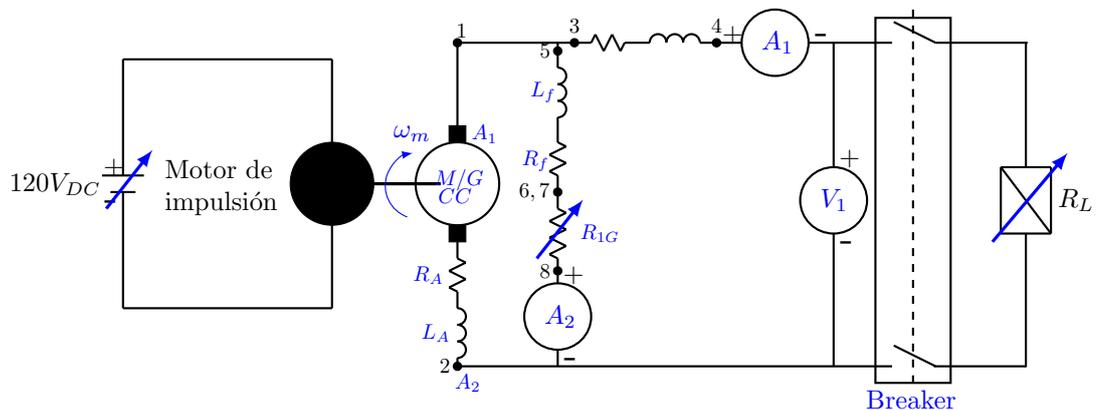

Figura 5: Generador compound acumulativo acoplado al Motor de Impulsión (con una carga eléctrica).
1. Montar el circuito de la figura 5 el cual se encuentra en las guías.